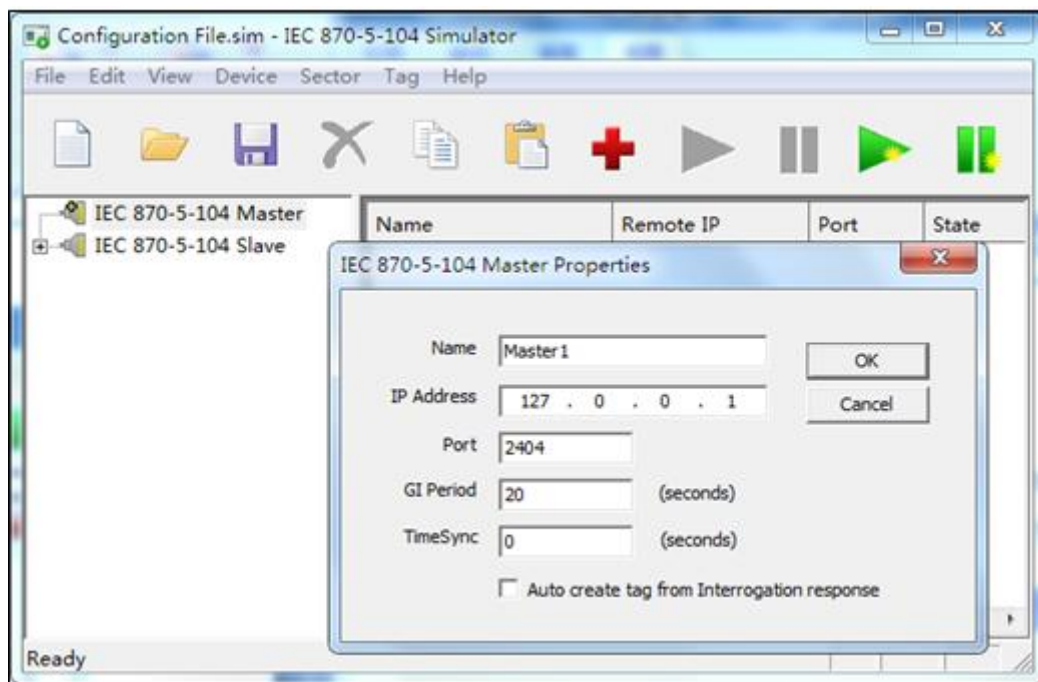

图 5-1 IEC 客户端访问
(1) 用 IEC 测试软件(IEC870—5—104 Simulator)访问 X2IEC，测试过程如下，首先，打开 IEC 测试软件(IEC870—5—104 Simulator)，建立与之对应的主站，如图 5-1 所示。